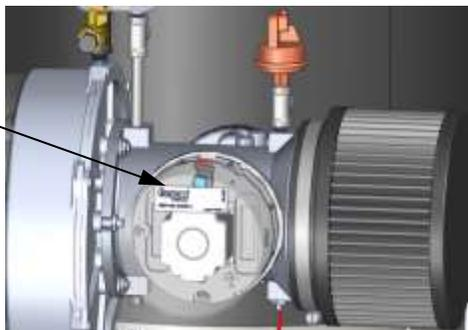

Figure 5.11-1 : Emplacement typique du couvercle de soupape d'air/carburant
3. Retirez le couvercle de la soupape d'air/carburant en tournant le couvercle dans le sens inverse des aiguilles d'une montre pour le déverrouiller (voir la figure 5.11-1).
3. Retirez le couvercle de la soupape d'air/carburant (voir la figure 5.11-1) en tournant le couvercle dans le sens inverse des aiguilles d'une montre pour le déverrouiller et soulevez-le pour le retirer.